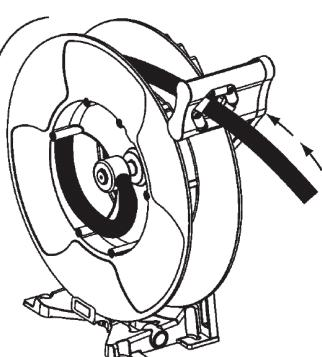

Fig.14
3. Gently pull the hose, it will be automatically rewound (Fig. 14).
3. Gently pull the hose, the hose is automatically rewound (Fig. 14).
3. Tirer doucement sur le flexible pour le libérer du cliquet et accompagner jusqu'à ce qu'il soit complètement rembobiné (Fig. 14).